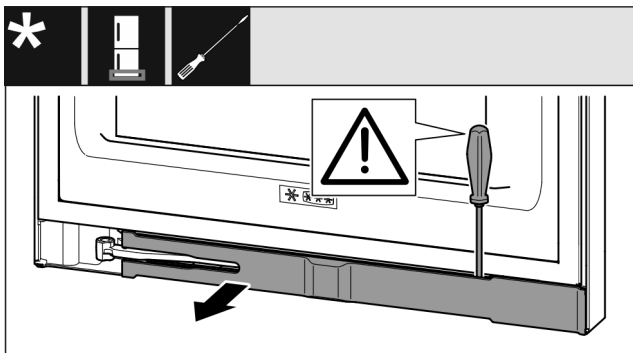

Fig. 13
- ▶ Haakige ilukate lapikkruvikeerajaga lahti ja keerake küljele Fig. 13 ().